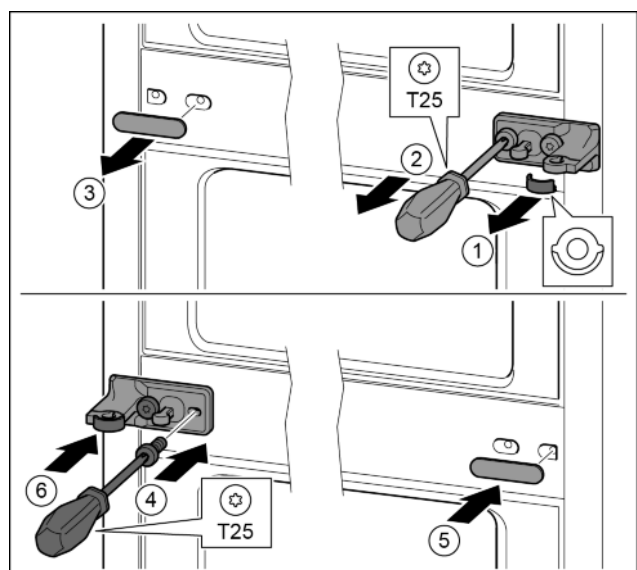

Fig. 27
- ▶ Снять шайбу. Fig. 27 (1)
- ▶ Выкрутить винты отверткой T25. Fig. 27 (2)
- ▶ Осторожно снять крышку. Fig. 27 (3)
- ▶ Плотнo прикрутить опорный кронштейн с подкладкой с поворотом на 180° с другой стороны. Fig. 27 (4)
- ▶ Установить крышку с поворотом на 180° с другой стороны. Fig. 27 (5)
- ▶ Спереди надвинуть шайбу. Fig. 27 (6)